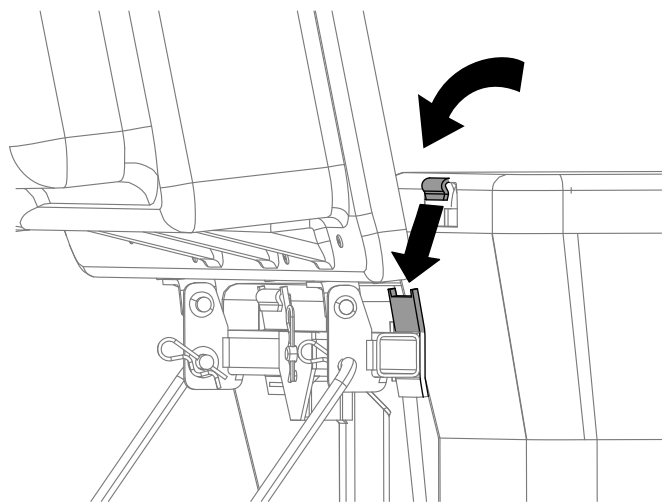

Figura 12
4. Alzate il coperchio del sistema di raccolta e inserite i cestri facendo scorrere i ganci del telaio dei cestri sulle staffe di ancoraggio (Figura 12).